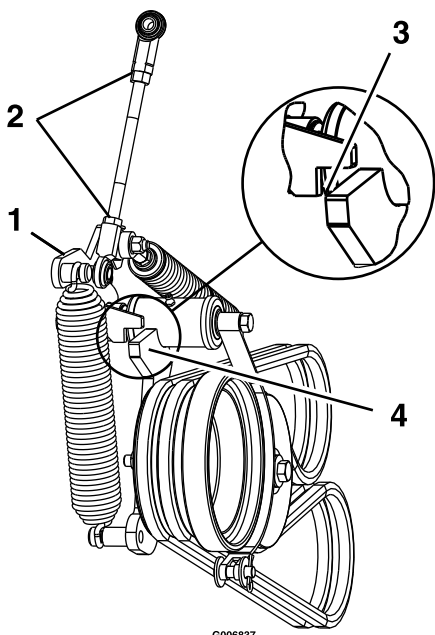

Figura 52
13. Afloje las contratruercas y ajuste el acoplamiento hasta que el extremo superior del brazo de la polea tensora esté alineado con el borde inferior de la muesca del brazo tensor, según se muestra en Figura 52.